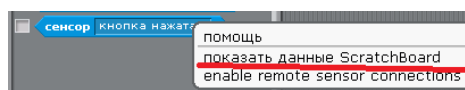

Рис. 36. Контекстное меню при нажатии правой кнопкой мыши на блок Сенсор.
5. Выберите группу кнопок Сенсоры, а далее блок Сенсор (в самой нижней части), щёлкните на нём правой кнопкой мыши и в открывшемся меню выберите команду показать данные ScratchBoard (рис. 36).